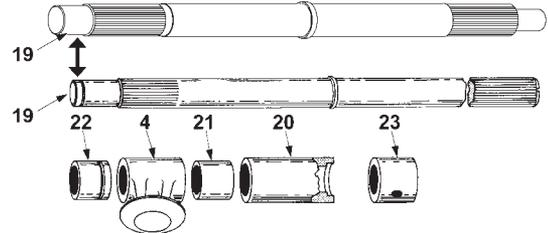

图 9
- 将阀体 (1) 放在平面上，使阀座朝下。
- 在下导槽衬套 (22) 上涂抹推荐的润滑剂，然后插入阀体。
**注：导槽衬套 (22) 上的凹槽必须朝向阀体中心。正确的装配顺序请参考图 9。如果轴 (19) 是早先设计，则可能有一个圆形凹槽，如果有，则安装固定环 (18)。**